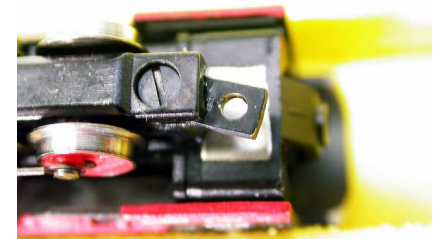

Bild 3: Der neue Einsatz ist fertig eingebaut
3. In Bild 3 sieht man die korrekte Montage aus der Nähe. In Bild 4 ein Vergleich zwischen alt und neu. Beide sitzen grundsätzlich gleich in ihrer Halterung, das neue Teil ist nur wesentlich kürzer.